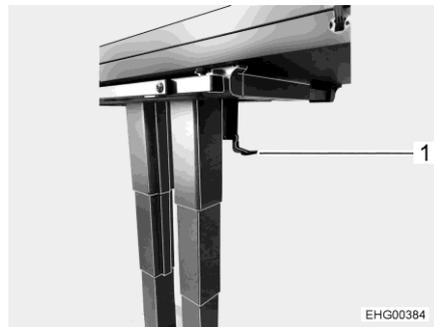

Bild 93 Tisch, Unterseite
- Den Verriegelungshebel (Bild 93,2) nach unten klappen.